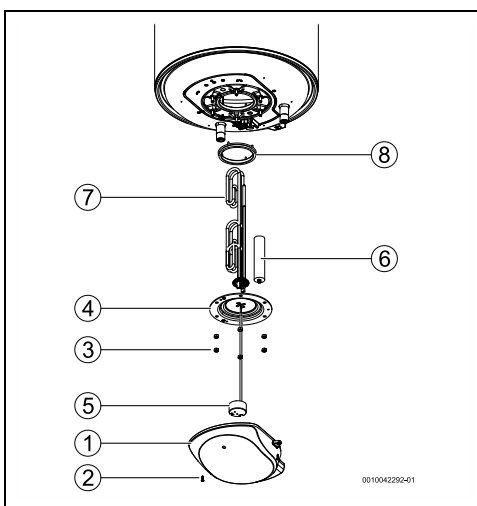

Fig. 15
- Posicionar o termostato na posição máxima de temperatura, rodar o seletor de temperatura para a esquerda até ao batente (→ Fig. 15)